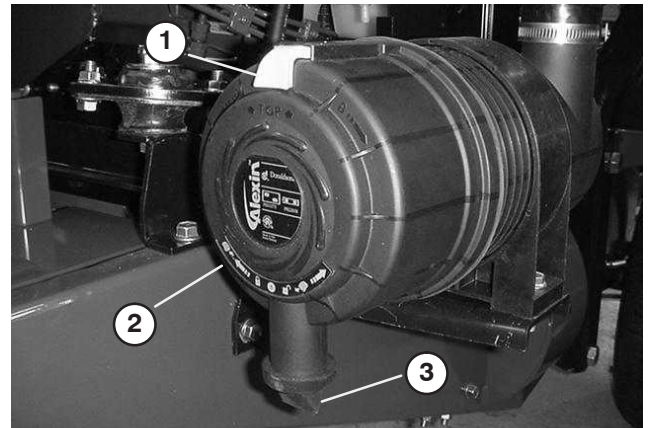

Bild 44
1. Ziehen Sie den Verschluss nach außen und drehen Sie die Luftfilterabdeckung nach links (Bild 44).